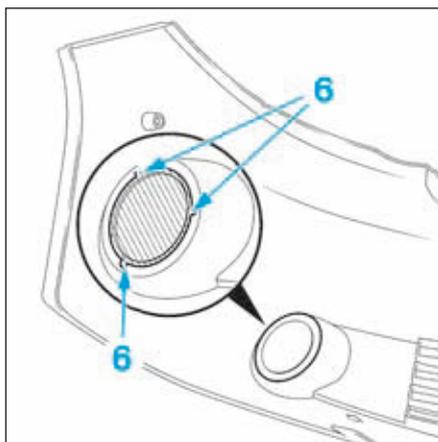

FIG.122
- Percer trois trous (6) (Fig.122) selon le marquage à l'aide d'un foret de 8 mm.